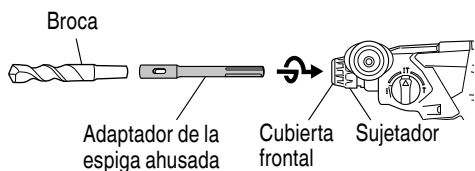
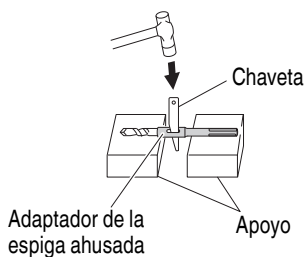

Fig. 27
Fig. 28
- (1) Montar el adaptador de la espiga ahusada en el martillo perforador a batería (Fig. 27).
- (2) Montar la broca (espiga ahusada) en el adaptador de la espiga ahusada (Fig. 27).
- (3) Poner el interruptor en la posición de encendido, y taladrar un orificio de la profundidad especificada.
- (4) Para quitar la broca (espiga ahusada), insertar la chaveta en la ranura del adaptador de la espiga ahusada y golpear la cabeza de la chaveta con un martillo sobre sus apoyos (Fig.28).